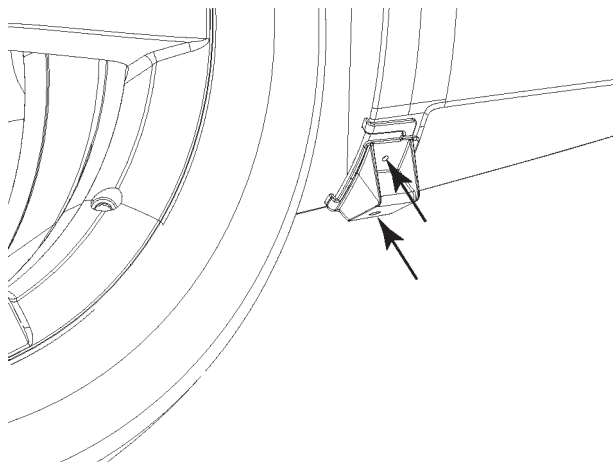

FIGURE 12
20. En utilisant les supports de passage de roue comme gabarit, percer (2) trous de 0,64 cm (¼ po) dans le carénage arrière. Se reporter à la Figure 12.